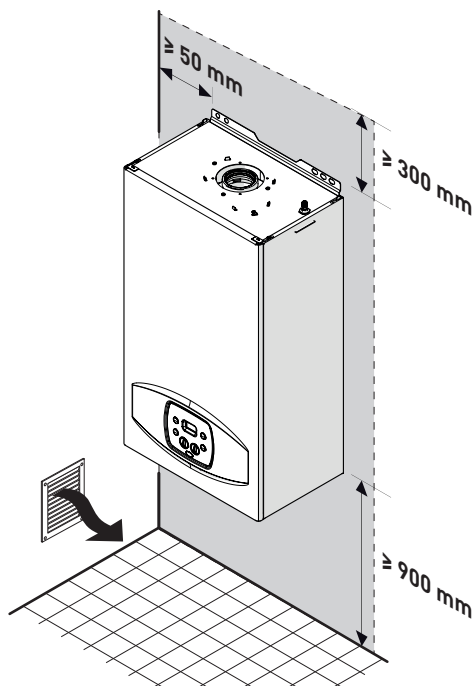

Fig. 16
- Tenga en cuenta los espacios necesarios para poder acceder a los dispositivos de seguridad/regulación y para poder llevar a cabo las tareas de mantenimiento (véase Fig. 16).